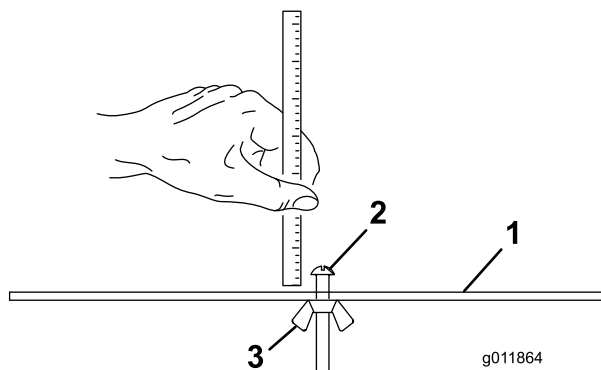

Figure 18
2. Desserrez l'écrou du gabarit (Figure 18) et tournez la vis de réglage de manière à obtenir la hauteur de coupe voulue.